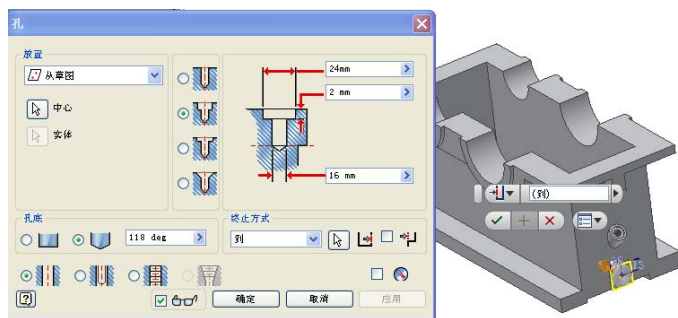

图 9-51 打孔示意图
②单击【草图】标签上的【完成草图】工具按钮,退出草图环境,单击【三维模型】标签栏【修改】面板上的【孔】工具按钮,打开【打孔】对话框,选择创建的点作为孔的中心点,打孔的其他设置如图 9-51 所示。其中,终止方式选择为【到】,选择出油孔所在的箱壁的内侧面作为打孔的终止面。
③单击【确定】按钮,完成出油孔特征的创建。